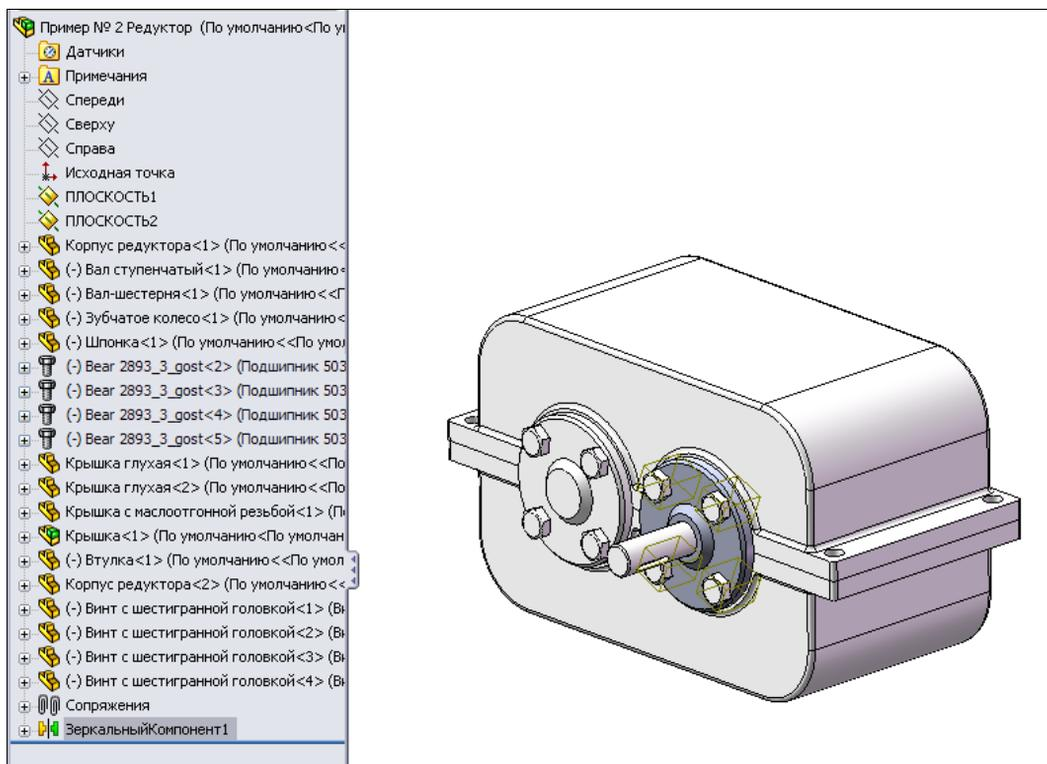

Рис. 6.56
34. Укажем, что для обозначения зеркально отраженных деталей будут использованы префиксы, а сами эти детали будут сохранены в новых файлах. Также можно сохранить эти детали как новые конфигурации. Закончим построение новых версий зеркально отраженных винтов нажатием кнопки **ОК** . В результате будут созданы четыре новых винта, а в Дереве Конструирования появится элемент **ЗеркальныйКомпонент1** (рис. 6.56).